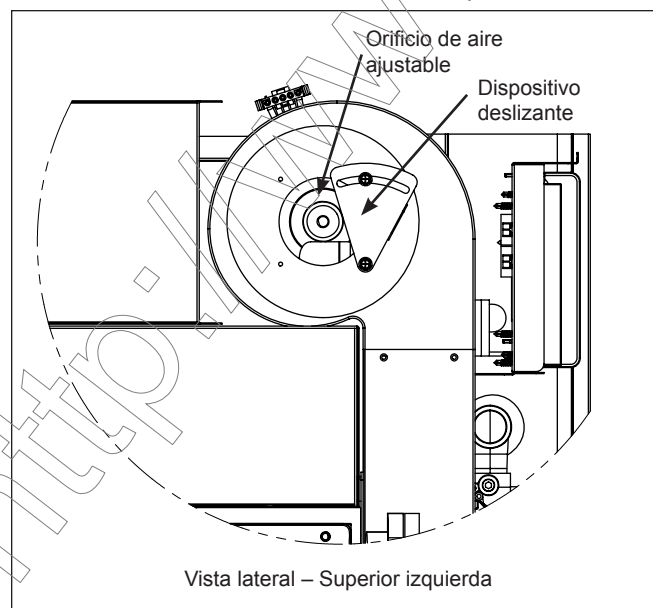
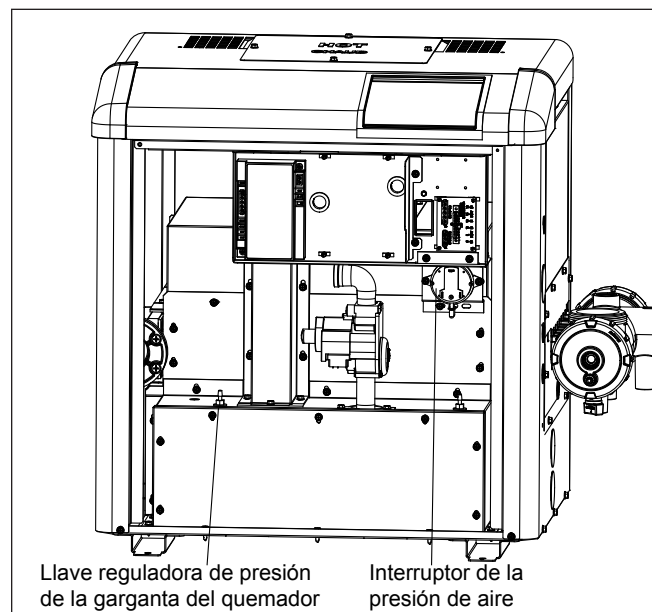

Figura 37. Ubicación del orificio de aire ajustable
Figura 38. Ubicación de la llave reguladora de presión Interruptor de la presión del aire y garganta del quemador
La presión de la garganta del quemador se debe ajustar mediante el orificio de aire de la toma del ventilador. Este orificio de aire tiene un dispositivo deslizante incorporado, véase Figura 37. Este dispositivo deslizante se utiliza para aumentar o disminuir la presión del aire. La presión del aire disminuirá a medida que el dispositivo deslizante cubra más el orificio. La presión del aire aumentará a medida que el orificio esté más descubierto. La presión debe ajustarse a 1.0" de columna de agua. Para medir la presión del aire, ubique la llave de presión de la garganta del quemador, véase Figura 38. Quite el tapón que cubre la llave del gas para poder medir la presión.
Cuando esté seguro de que el voltaje suministrado al calentador es el correcto, verifique el voltaje suministrado al transformador a través de la tarjeta del circuito de suministro de energía. Esto se puede hacer midiendo el voltaje entre los cables del conector de tres pines en la tarjeta del circuito de suministro de energía. Estos puntos han sido designados como los puntos de prueba D, E, y F en la Figura 37. La medición de los voltajes entre dos (2) de estos tres (3) puntos, se determinará por el voltaje suministrado al transformador. Consulte la Tabla 14 para ver los voltajes anticipados.
Configure el voltímetro para medir voltaje de CA. Conecte el alambre negro del voltímetro en el terminal del lado secundario del transformador que tiene conectado el alambre amarillo (común). Este es el punto de prueba 1 de la Figura 37. Haga contacto con el alambre libre del voltímetro en el lado secundario del transformador que tiene conectado el alambre rojo (toma de 24 V), punto de prueba 2. La lectura del voltímetro deberá estar entre 20-28 voltios CA.
Comience por revisar el voltaje de las dos (2) patas de este circuito en el controlador. (Consulte los puntos de prueba 4 y 5 en la Figura 37. Verifique el voltaje en el punto de prueba 4, donde el cable violeta del interruptor de presión se conecta con el conector de dos pines del controlador.